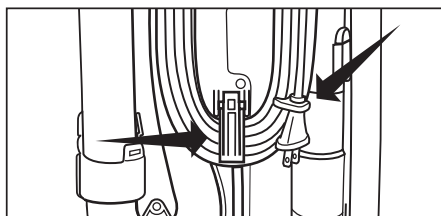

Imagen 4
- Al almacenar la aspiradora, gire el Gancho Superior de Liberación Rápida del Cable a la posición vertical y envuelva el cable de alimentación alrededor del gancho superior de almacenamiento del cable (Imagen 3) y el gancho inferior del cable activado por resorte (Imagen 4).